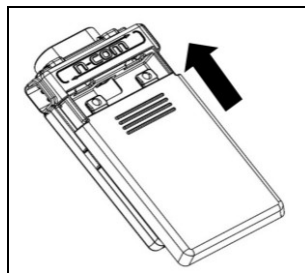

Fig. 3
- Richiudere l'e-box (Fig. 3).